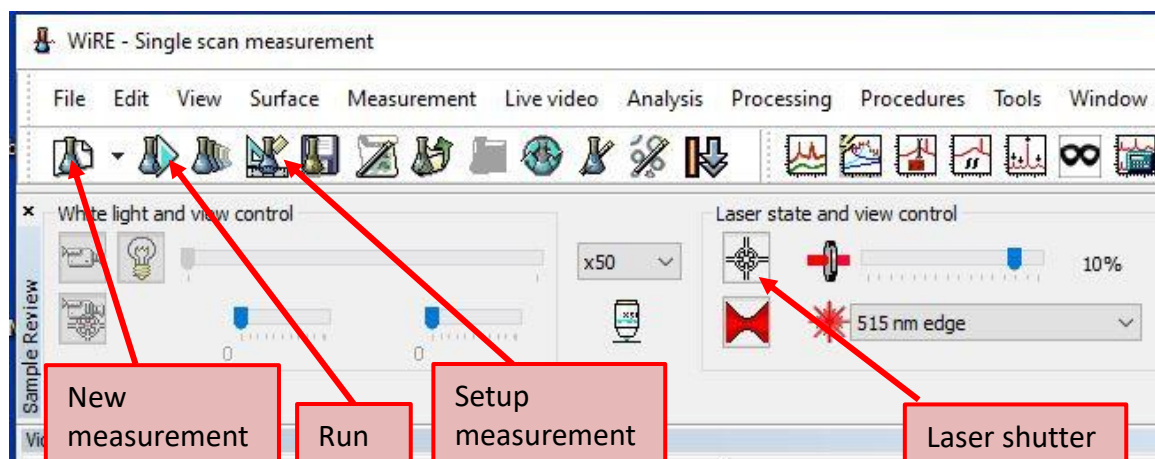

Abbildung 2: Screenshot von der Messsoftware *Wire 5.5* -ausgewählte Schaltflächen.
1. Vergewissern sie sich, dass keine Laser-Strahlung auf die Probe fällt! Der Laser-Shutter (Laser Blende. siehe Abbildung 2) muss zuerst geschlossen sein!
11. Öffnen sie den Laser-Shutter (siehe Abbildung 2) des Anregungslasers und korrigieren sie den Fokus ggf., so dass der Laser-Spot scharf im Bild der Videokamera in der Software *Wire 5.5* zu sehen ist.
1. Klicken sie auf **New measurement** (siehe Abbildung 2) und wählen sie *Spectral acquisition*.
2. Um die gewünschten Messparameter für die Messung einzustellen, klicken sie auf die Schaltfläche **Setup measurement** (siehe Abbildung 2).
4. Wenn sie alle Parameter eingestellt haben, können sie mit der Schaltfläche **Run** (siehe Abbildung 2) die Messung starten. Am Ende der Messung schließt die Software automatisch die Blende, so dass der Laser nicht mehr auf die Probe gelenkt wird.